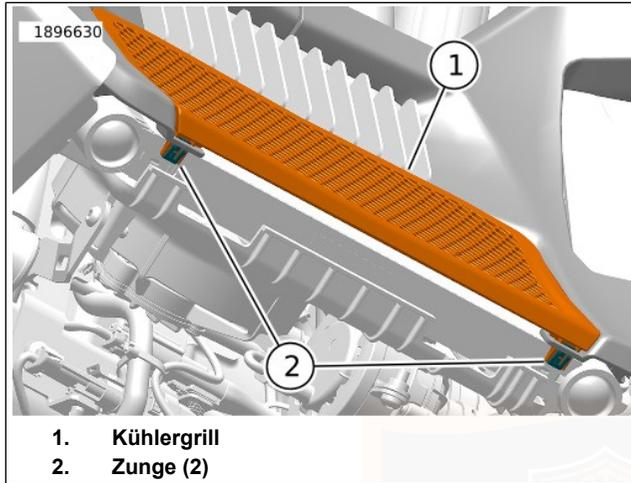

Abbildung 105. Kühlergrillaschen
1. Siehe Abbildung 105. Den Kühlergrill entfernen.